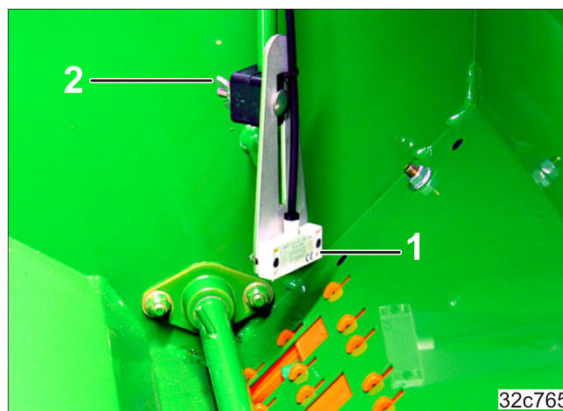

Fig. 145
1. Reglați pe înălțime poziția senzorului de nivel de umplere (Fig. 145/1) corespunzător cantității reziduale dorite de semințe.
2. Strângeți fix piulița fluture (Fig. 145/2).